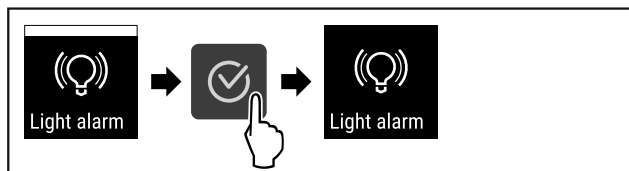

Fig. 98
- ▶ Genomför handlingsstegen (se Fig. 98) .